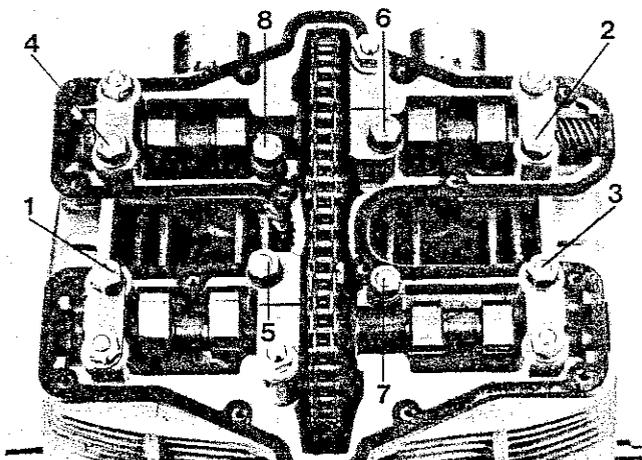

Fig. 39
- 8) Svitare i dadi dei prigionieri di fissaggio della testa ai cilindri nell'ordine indicato (Fig. 39).
- 8) Loosen the cylinder head securing nuts in the order shown and remove them from the studs (Fig. 39).